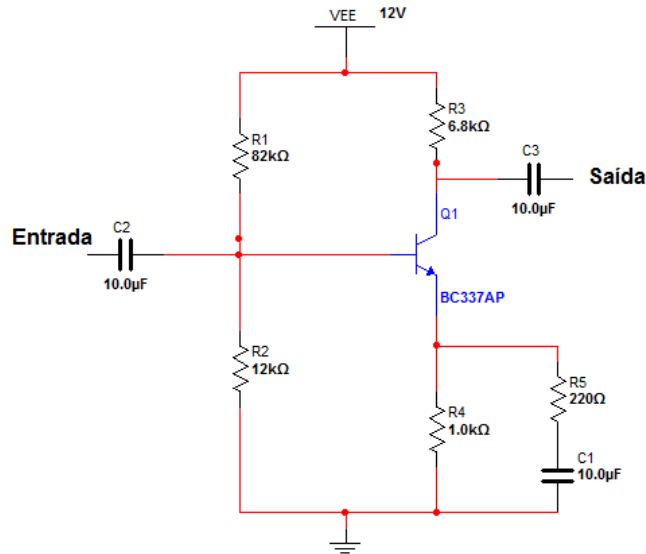

Figura 3.1 – Circuito amplificador emissor comum com polarização por divisão de tensão.
Para os experimentos deste roteiro, consulte a Figura 3.1. Para o experimento 3.5.2 serão necessários outros componentes que podem variar de projeto para projeto.
- Estime os valores teóricos de I_B , I_E e V_{CE} (de polarização) do circuito da Figura 3.1. Considere $V_{BE} = 0,6$ V.
- a) Antes de montar seu circuito, meça o h_{FE} do transistor usando o multímetro. Feito isto, monte o circuito da Figura 3.1